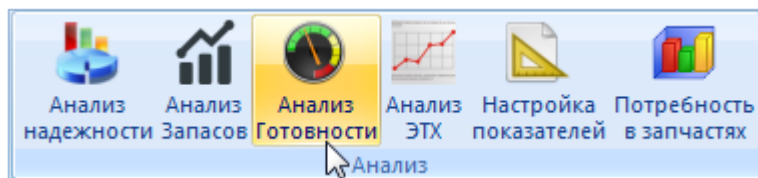

Рис. 29-21 – Панель «Анализ»
- 3) Нажать кнопку «Анализ готовности» на вкладке «Анализ» (рис. 29-21).